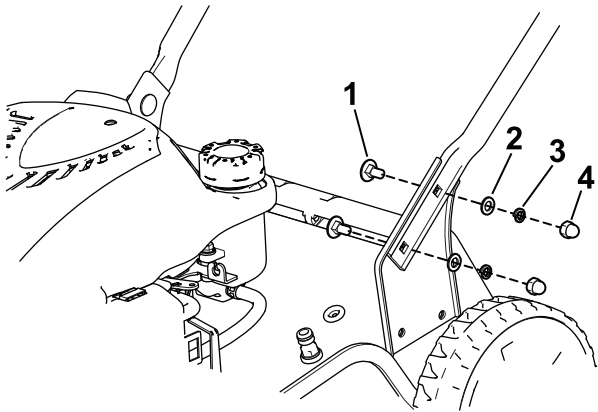

Figura 3
1. Instale a pega inferior na caixa do cortador com os quatro parafusos, quatro anilhas de cabeça chata, quatro anilhas de pressão e quatro porcas (Figura 3).